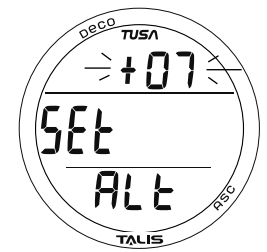

Abb. 16 - ALTERNATIVZEIT EINSTELLEN
**Einstellung der Alternativzeit (Zeitdifferenz)**, Informationen beinhalten (Abb. 16):